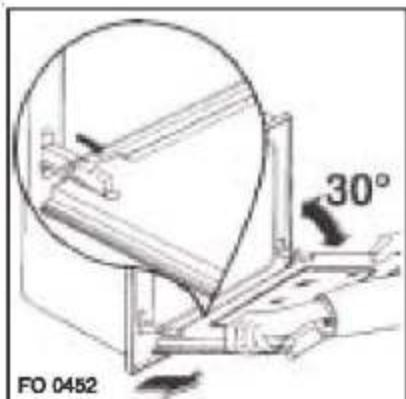

Рис. 22
- полностью откройте дверцу, приподнимите небольшие рычажки, расположенные на двух шарницах, и поверните рычажки внутрь (рис.22);